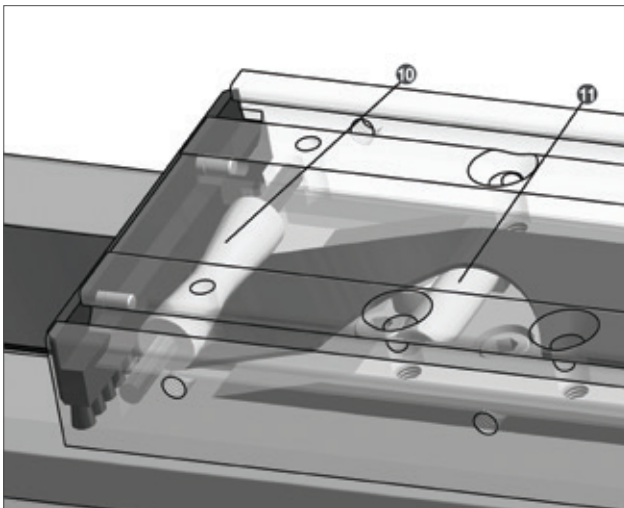

Bild 4.16 — Abdeckbandumlenkung
4. Bandführungsrolle **10** im Schlittenteil und Andruckrolle in der Tischplatte **11** auf Leichtgängigkeit und Verschleiß überprüfen und gegebenenfalls reinigen oder tauschen (Bild 4.16). Bei verschleißbedingtem Austausch des Abdeckbandes empfehlen wir immer auch den Austausch der Bahnführungs- und Andruckrollen (Verschleißteilsets siehe Kapitel 3.10).